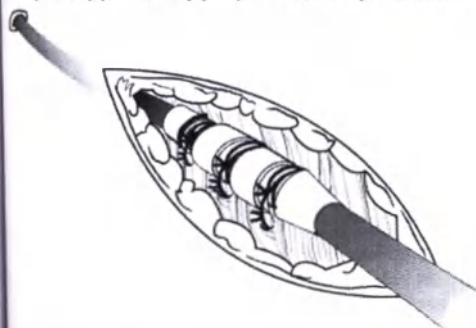

Рисунок 11. Пример фиксирующей муфты, методика чрескожной имплантации
- Снимите оболочку интродьюсера и продвиньте фиксирующую муфту глубоко в ткань (Рисунок 11 Пример фиксирующей муфты, методика чрескожной имплантации).